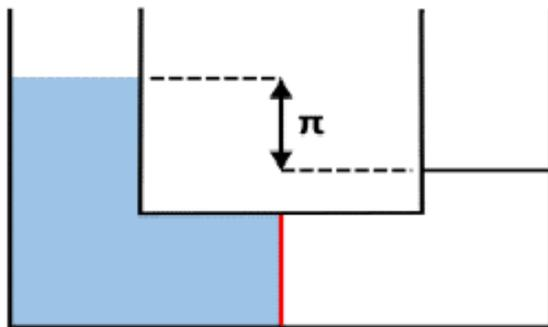
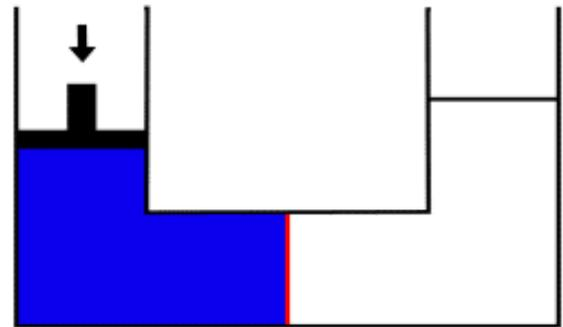

Abb. 4: Osmose
Abb. 5: Umkehr-Osmose
**Beobachtung:** Der Wasser-Spiegel steigt auf der Seite des destillierten Wassers an, während der Meniskus auf Seiten der Kupfersulfat-Lösung sinkt. Wird kein Druck mehr ausgeübt, so kehrt sich dies wieder um. Vergleiche Abb. 4 und Abb. 5.